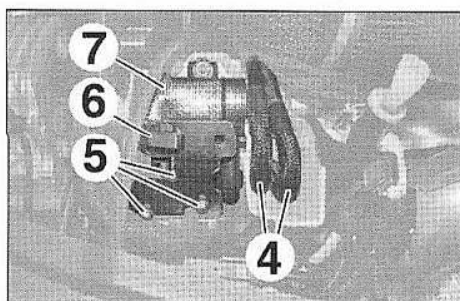

FIG.16
- Débrancher les canalisations (4) (Fig.16).
- les vis (5),
- le support (6),
- l'électrovanne (7).